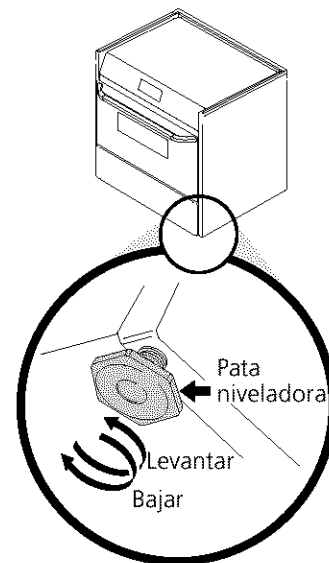

Figura 12
2. Ponga un nivel sobre la parrilla. Tome dos lecturas con el nivel puesto diagonalmente en una dirección y después en la otra. Nivele la estufa, si es necesario, ajustando las 4 patas niveladoras con una llave de tuercas (Figura 12).
4. Nivele la estufa si es necesario ajustando las cuatro patas niveladoras con una llave (Ver la Figura 12 abajo). Se requiere un espacio libre mínimo de 1/8" (0.8 cm) entre la parte inferior de la estufa y los niveladores de las patas traseras para dejar espacio para los soportes antivuelco.